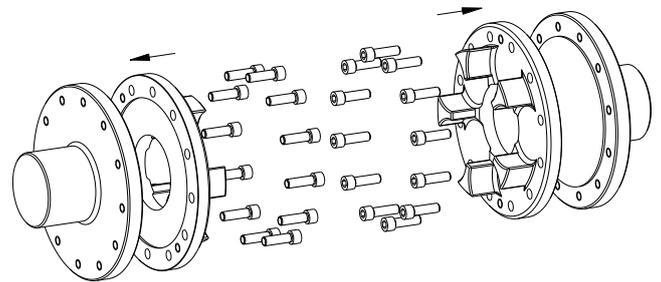
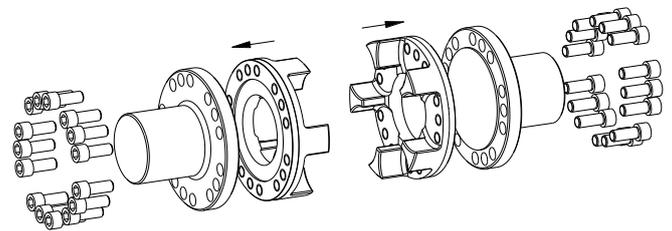

Bild 24: Montage der Mitnehmerflansche (Bauart DF)
Bild 25: Montage der Mitnehmerflansche (Bauart DFN)
- Setzen Sie die Mitnehmerflansche vor den Flanschen der An- und Abtriebsseite (siehe Bild 24 Bauart DF und Bild 25 Bauart DFN).